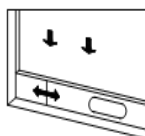
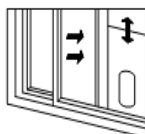

Abb. 2
Abb. 3
- 1) Öffnen Sie das Fenster zur Hälfte und montieren Sie die Fensterdichtungsplatte am Fenster (wie in Abb. 2 und Abb. 3 gezeigt). Die Komponenten können in horizontaler und vertikaler Richtung montiert werden.